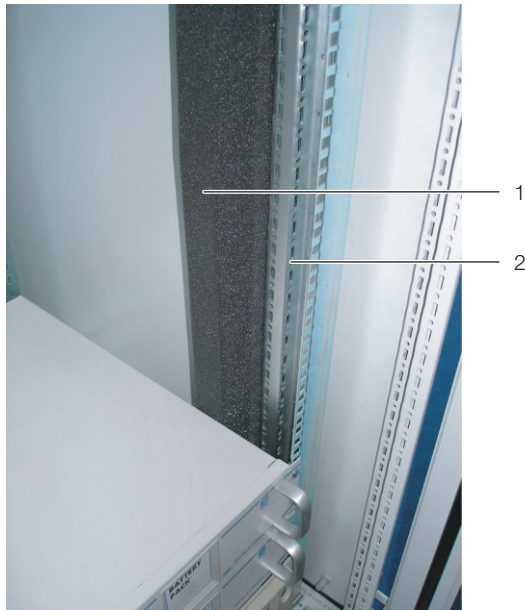

Abb. 11: Schaumstoffstreifen an einer Stütze des Serverracks
- Befestigen Sie den breiteren der beiden Schaumstoffstreifen (Best.-Nr. 3301.370 / 3301.320) aus dem Zubehör des LCP DX von außen an einer der vorderen Stützen des Serverracks (Abb. 11). Achten Sie darauf, dass Sie diesen Streifen auf der Seite des Serverschranks anbringen, auf der das LCP DX angereicht wird.
- **Wenn Sie das LCP DX nur an einer Seite anreihen:** Befestigen Sie den schmaleren (Best.-Nr. 3301.380 / 3301.390) der beiden Schaumstoffstreifen aus dem Zubehör des LCP DX von außen an einer der vorderen Stützen des Serverracks (Abb. 11). Achten Sie darauf, dass Sie diesen Streifen auf der Seite des